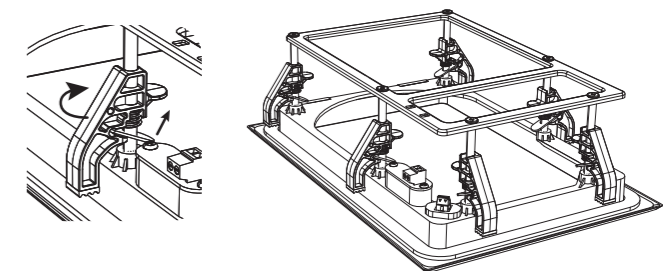

Fig. 5. Adjusting the Mounting Clamps
2. Regolare tutti i morsetti di montaggio del telaio in modo che si trovino nella posizione retratta (Fig. 5 e 6). Si regolano tirando la linguetta metallica caricata a molla, quindi spostando i morsetti lungo i montanti di montaggio e ruotandoli lateralmente. Ciò consentirà al telaio di adattarsi all'apertura del muro a secco.